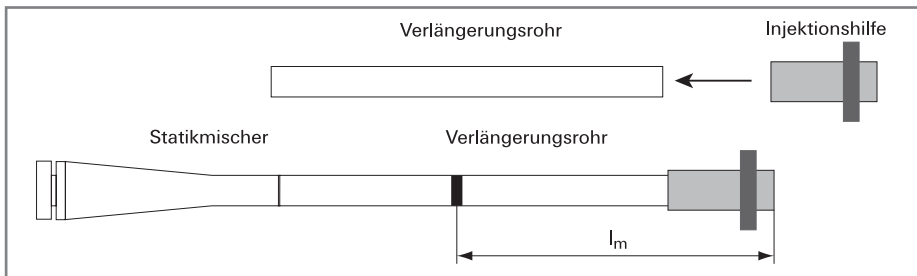

Abb. 7: Aufbau der Injektionsverlängerung
- Schließlich ist auf dem Verlängerungsrohr mit Klebeband die Markierung der Injektionslänge l_m gemäß Abbildung 7 anzubringen.